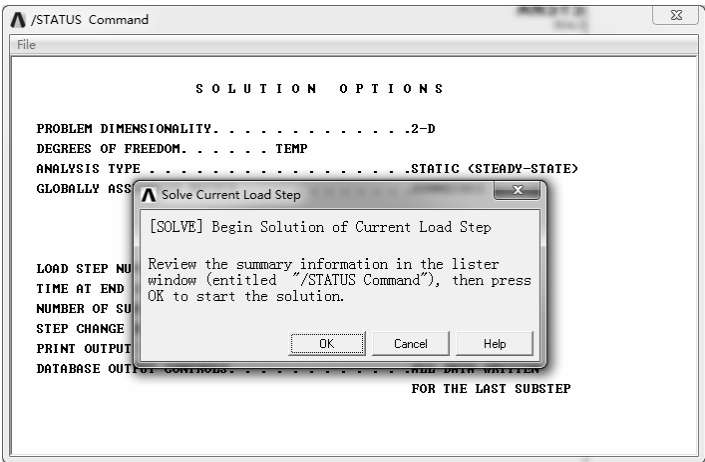

图 8-66 求解信息窗口
1) 选择 “Main Menu>Solution>Solve>Current LS” 命令，弹出图 8-66 所示的求解信息窗口，其中 “/STATUS Command” 窗口显示所要计算模型的求解信息和载荷步信息。